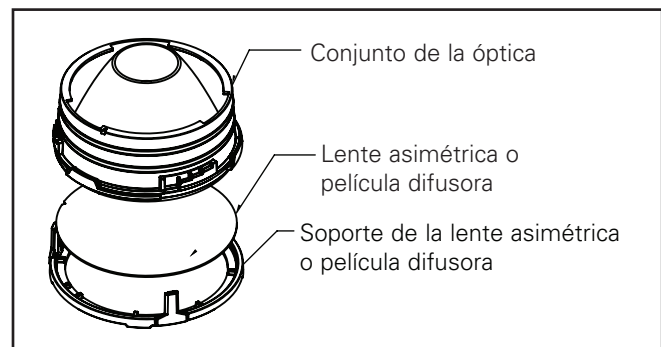

Figura 4
6. Para instalar la lente asimétrica, siga los pasos 1 a 5 con la configuración de lentes asimétricas (Figura 4).